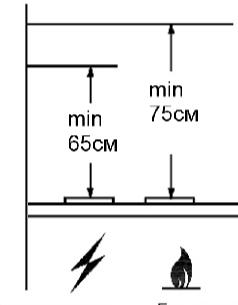

рис. 1
1.2 Вытяжку устанавливайте на высоте, как показано на рис. 1.
4.7 Установливайте кухонную вытяжку над плитой в соответствии с рис. 1.
- разметьте линию установки нижней части вытяжки над плитой (рис. 1);